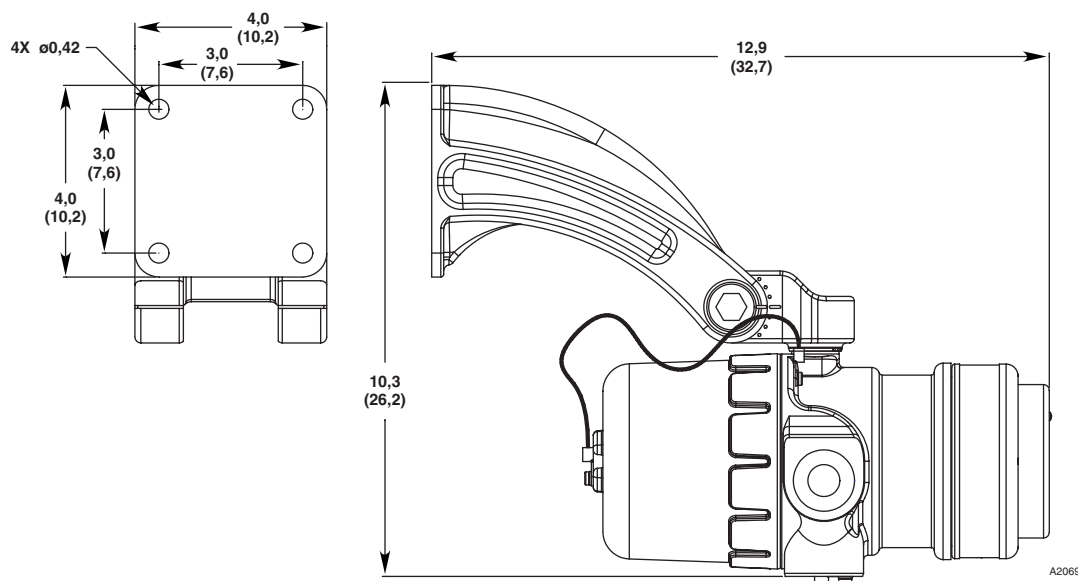

Abb. 3—Abmessungen der Halterung Q9033B in Zoll (cm)
1. Installieren Sie die schwenkbare Halterung an der Wand oder der Gerätehalterung. Die Wandfläche darf nicht vibrieren und muss in der Lage sein, M6-Schrauben mit einer Länge von mindestens 25 mm aufzunehmen. Die Abmessungen sind aus Abb. 3 ersichtlich.